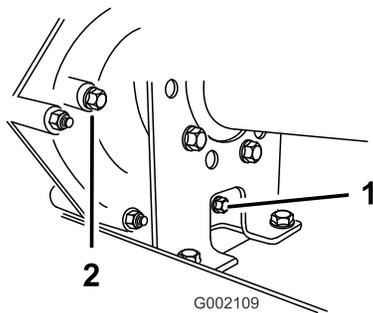
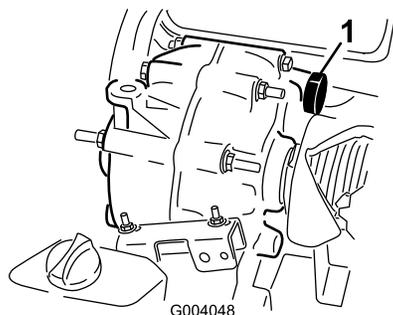

Bild 35
Bild 36
2. Entfernen Sie die Ablassschraube aus der rechten Seite des Behälters (Bild 35) und lassen die Flüssigkeit in ein Auffanggefäß ablaufen. Schrauben Sie die Ablassschraube wieder fest ein, wenn keine Flüssigkeit mehr ausströmt.
3. Füllen Sie ungefähr 1,4 Liter SAE 10W300 Motoröl in den Behälter (Bild 36) oder füllen Sie soviel Öl ein, dass der Ölstand an der Unterkante des Füllstand-Prüflochs liegt (Bild 35).